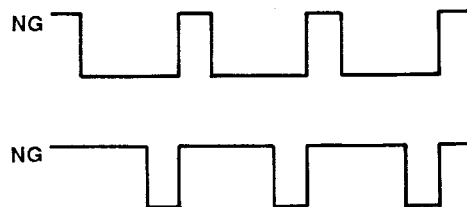

Fig. 12
- ⑧ It is a rare occurrence, but, if it is difficult to adjust the voltage due to high voltage fluctuation, connect pin 7 of IC502 to an oscilloscope. Adjust VR502 so that the 5V and 0V transitions are equal in duration (refer to fig. 12).
- ① YPDR601とRC601の両方の電源スイッチをOFFにする。
- ② テストディスクTX913510をセットしてディスク装着用重りて固定する。
- ③ SYSCONシートのSW1001をノーマルモードにしてYPDR601とRC601の両方の電源スイッチをONする。
- ④ ディスクケースに表示されているトラックを再生する。
- ⑤ TP311 (サーボ基板がBバージョンの場合はIC519 # 2) の電圧をオシロスコープまたはデジタルボルトメーターで測定する。この電圧をV # 1 とする。
- ⑥ TP310 (サーボ基板がBバージョンの場合はIC519 # 8) の電圧 (V # 2) が下記の値になるようにVR502を調整する。
- ⑦ まれに⑤⑥の方法ではV # 2の変動が大きすぎて調整が出来ないことがあるのでその場合は、IC502の7ピンをオシロスコープで観測し、5Vと0Vがほぼ同等に出現するようにVR502を調整する。(Fig.12)